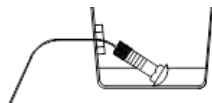

Figure 2
- Tirer le fil de tirage avec la visserie jusqu'au point de fixation à travers le trou. Laisser la visserie attachée avec les fils de tirage. Répéter la procédure sur les deux longerons. Repousser la visserie dans les longerons, toujours avec le fil de tirage attaché, pour permettre à l'attelage de se placer en position. Voir la figure 2.
4. Tirer le fil de tirage avec la visserie jusqu'au point de fixation à travers le trou. Laisser la visserie attachée avec les fils de tirage. Répéter la procédure sur les deux longerons. Repousser la visserie dans les longerons, toujours avec le fil de tirage attaché, pour permettre à l'attelage de se placer en position. Voir la figure 2.